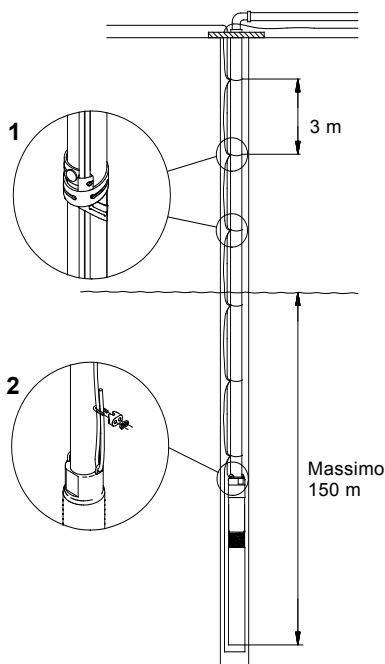

Fig. 11
Le fascette di fissaggio dei cavi vengono applicate normalmente ogni 3 metri, vedere fig. 11.
**Max.** profondità di installazione sotto il livello statico dell'acqua: 150 m, vedi fig. 11.
Si raccomanda di fissare la pompa mediante una fune di sicurezza che non sia tesa, vedere fig. 11, pos. 2.